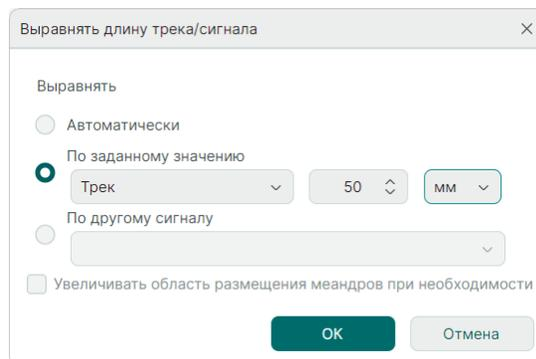

Рис. 420 Настройки выравнивания трека по заданному значению
3. Установите требуемое значение задержки/длины сигнала и единицы измерения и нажмите кнопку «ОК», см. Рис. 420.